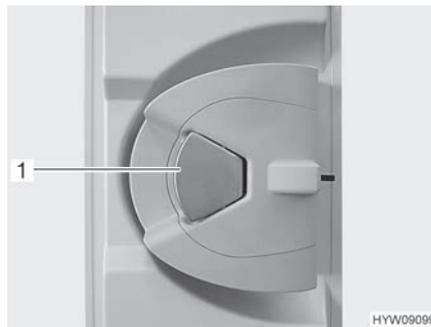

Bild 24 Türschloss (Eingangstür innen)
- Öffnen:** ■ Wenn das Türschloss verriegelt ist: Am Türgriff (Bild 24,1) einmal ziehen. Die Tür ist entriegelt.
- Am Türgriff (Bild 24,1) ziehen. Die Tür ist geöffnet.
- Verriegeln:** ■ Den Türgriff (Bild 24,1) drücken.